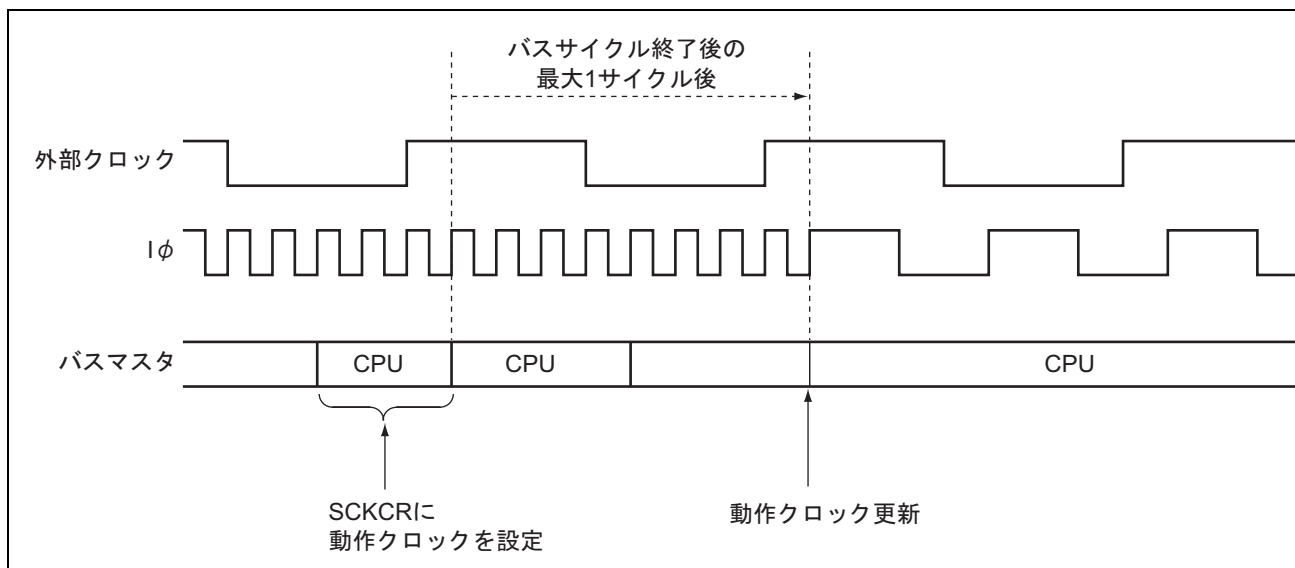

図 23.6 クロック変更タイミング
4. 図23.6にクロック変更タイミングを示します。SCKCRに値をライトした後、現在実行しているバスサイクル終了を待ちます。そのバスサイクル終了後、外部入力クロック ϕ に対して最大1サイクル後に各クロックの周波数が変更されます。